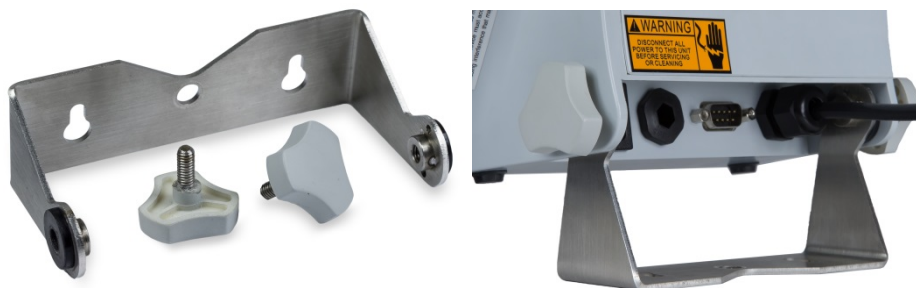

Figura 2-5: Soporte y perillas de apriete
1. Use dos perillas de soporte para fijar los soportes en la parte inferior del terminal, como se muestra en la Figura 2-5.